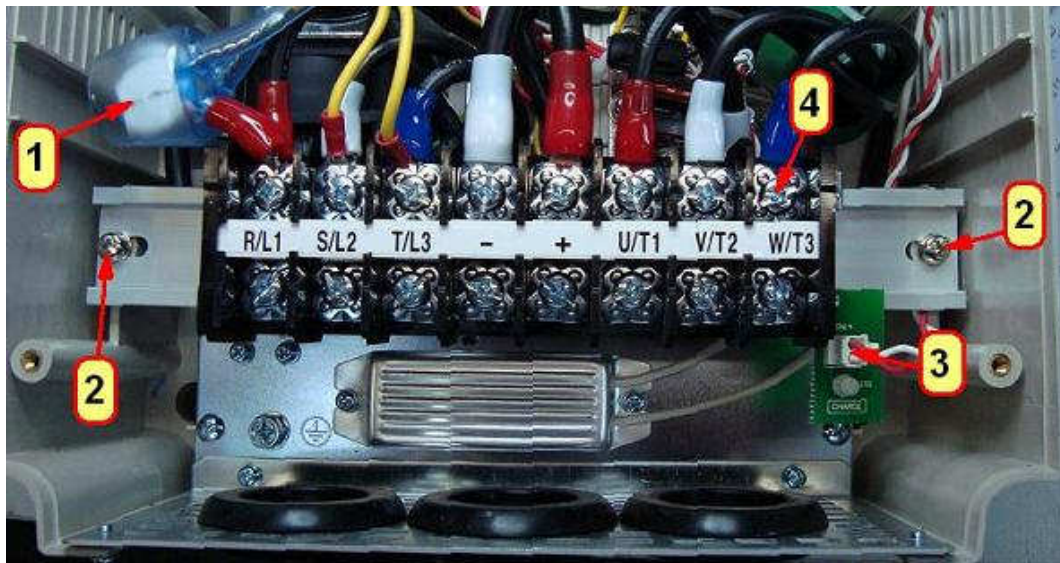

Рис.7.6
7.5.1. Взять клеммник TM1, установить его в корпус, вкрутить два винта 2 (рис.7.6).
7.5.2. Соединить розетку жгута 3 (рис.7.6) с вилкой CN14 на плате индикатора заряда.
7.5.3. Выполнить соединения с контактами клеммника TM1 в соответствии с таблицей 7.2 и рис.7.6.